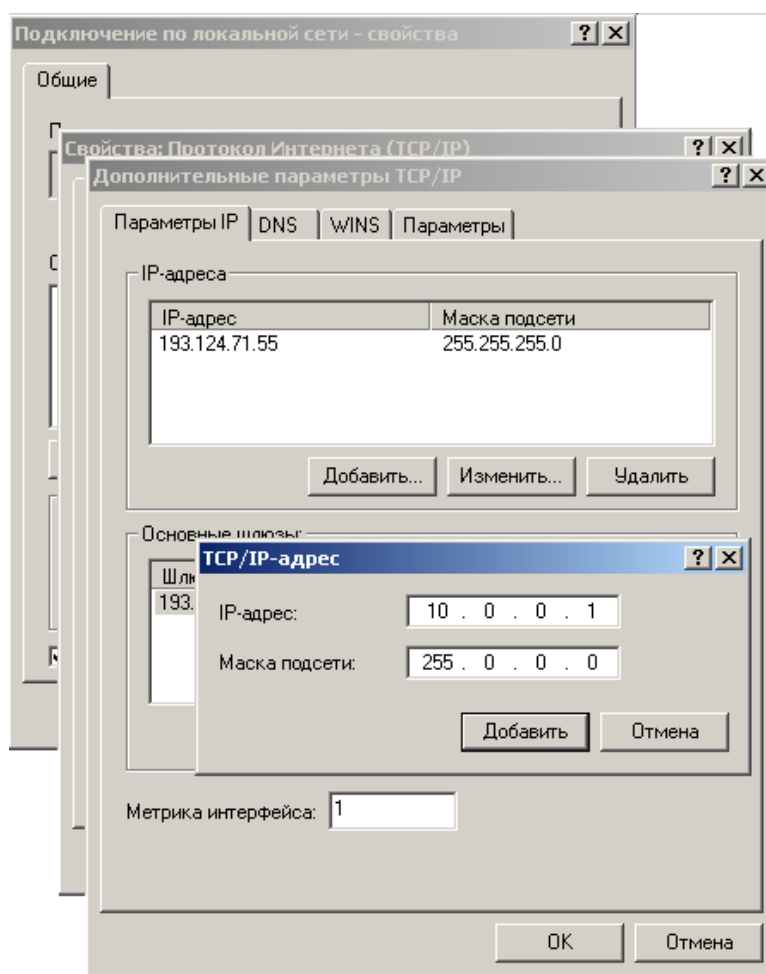

Рис. 4. Добавление нового IP-адреса
- Добавьте (см. Рис. 4) новый IP-адрес на сетевой интерфейс Вашего персонального компьютера с установленным ПО PERCo-S-20 «Школа». Или измените существующие IP-адрес (например, 10.0.0.1) и маску сети на те, которые указаны в паспорте на контроллер. Сделайте это соответствующим для операционной системы образом.